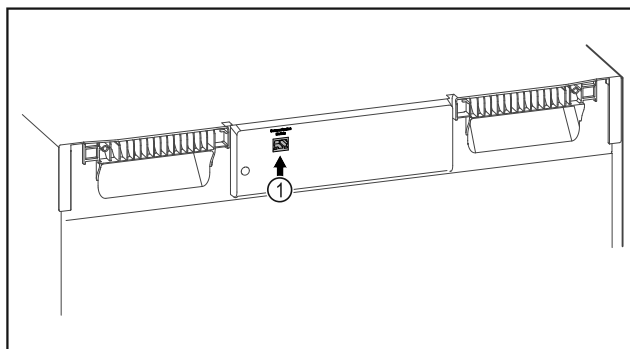

Fig. 93
- ☐ Założono SmartModule Fig. 93 (1).